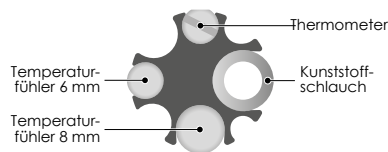

Bild 11: Das Steckmodul in der Draufsicht mit Thermometer und zwei Temperaturfühlern.
**Der Kunststoffschlauch im Steckmodul dient für einen sicheren Sitz und Fixierung des Steckmoduls und ist keine Aufnahme für Temperaturfühler (► Bild 11).**